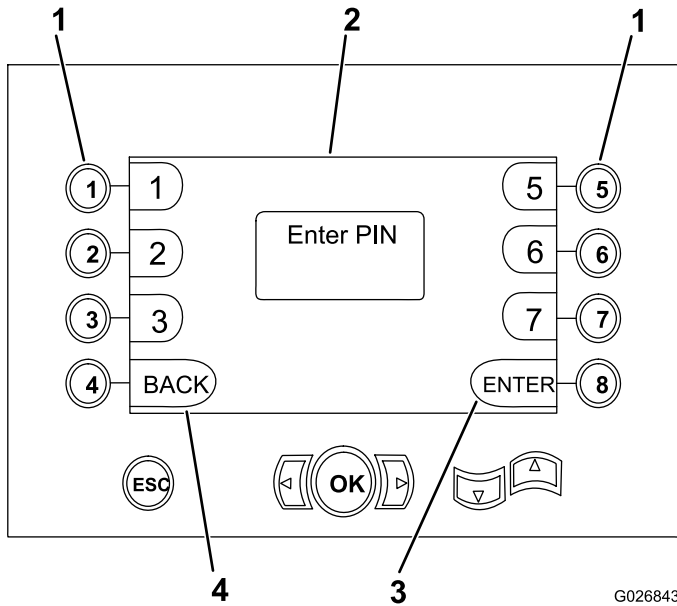

Figura 37
- El botón 1 introduce el número 1 (Figura 37)
- El botón 2 introduce el número 2 (Figura 37)
- El botón 3 introduce el número 3 (Figura 37).
- El botón 5 introduce la letra A (Figura 37)
- El botón 6 introduce la letra B (Figura 37).
- El botón 7 introduce la letra C (Figura 37)